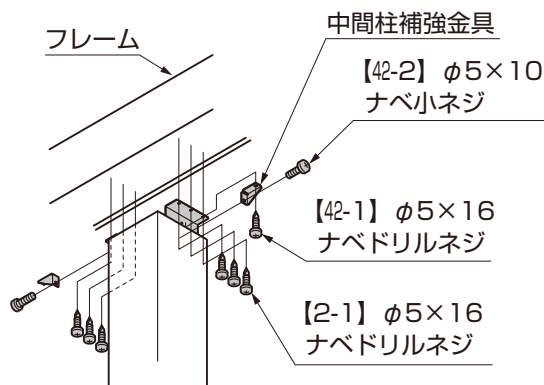

図4-33
- ②中間柱補強金具を中間柱取付金具に【42-2】で取付けてください。(図4-33参照)
- ③中間柱補強金具、中間柱取付金具を【42-1】、【2-1】でフレームに取付けてください。(図4-33参照)
- ④柱 中間用にアンカー棒を差込み柱を建込んでください。